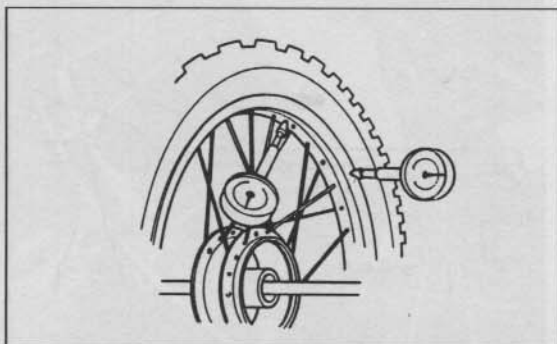

Bild 188
- 🛠 Verschmierte Bremsscheiben mit hochwertigem Entfettungsmittel reinigen. Stärke der Bremsscheiben mit Mikrometer messen (Verschleissgrenze vorne: 4,0 mm; hinten: 4,5 mm; Bild 188). Verzug an ausgebauter Bremsscheibe